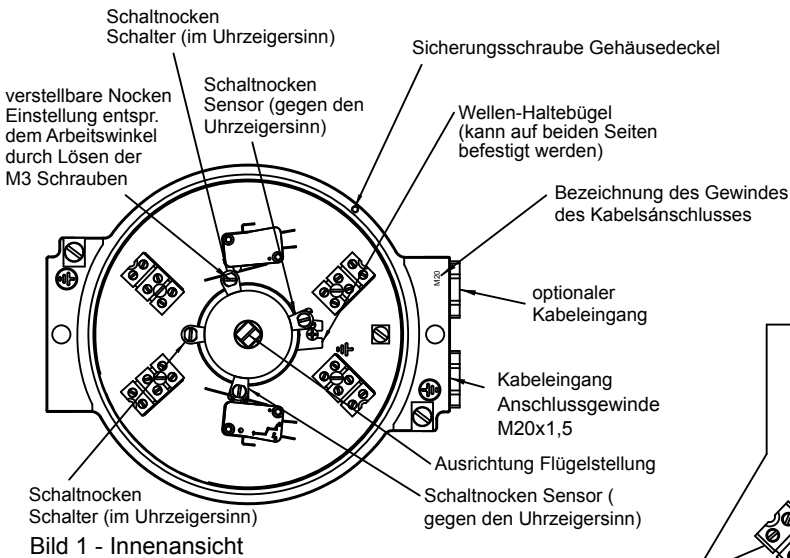
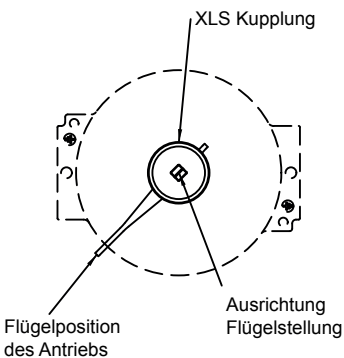

Bild 1 - Innenansicht
Bild 4 - Ausrichtung Flügelstellung
Benutzen Sie ausschliesslich das beiliegende Montagematerial von Kinetrol. SP1604 (Vierkantadapter für dieAntriebsgrösse 03, für die Antriebsgrösse 05 wird der Vierkantadapter SP1602 verwendet anschliessend die Montageplatte auf dem Antrieb befestigen danach die XLS-Box auf der Platte montieren (siehe Bild 1 & 2) - stellen Sie sicher, dass die Nut der Welle der XLS-Box exakt mit dem Flügel des Antriebs ausgerichtet ist (siehe Bild 4).
### 9. Sichern Sie den Gehäusedeckel gegen unbeabsichtigtes Aufdrehen durch Anziehen der Sicherheitsschraube (siehe Bild 1)
- Demontage des Gehäusedeckels - lösen Sie die Sicherheitsschraube des Deckels (siehe Bild 1), danach lösen Sie den Deckel mit Hilfe des Werkzeugs (SP1600) oder, alternativ, vorsichtig mit Hilfe eines Schraubendrehers und der Verzahnung am Deckel.
- Demontage der Kupplung - lösen Sie die Schraube der Halterung der Kupplung (siehe Bild 1) und ziehen Sie die Kupplung vorsichtig, ohne die Dichtung (O-Ring am Ende der Welle) der möglichen Strömungsbahn der Flamme zu beschädigen, heraus.